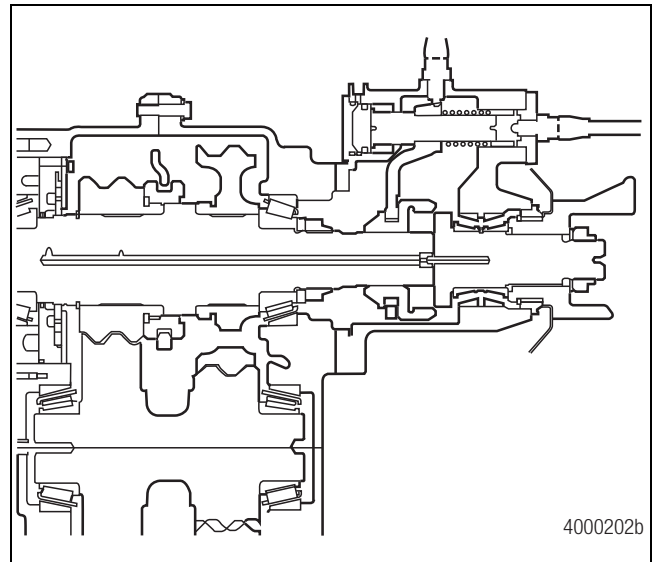

Figure 4.9
1. Orienter la boîte de transfert sur le support de réparation de façon à placer la prise de force (selon l'équipement) vers le HAUT. Figure 4.9.